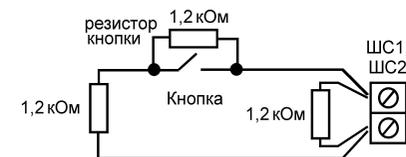

Рисунок 9 – Подключение оконечных резисторов к шлейфам «ШС1», «ШС2»
- 1,2 кОм параллельно тому шлейфу, концевые выключатели которого не используются (см. Рисунок 9). После завершения программирования эти резисторы можно отключить.